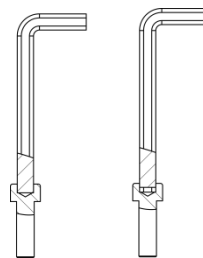

Figura 40: Inserte la llave hexagonal hasta el fondo.
1. Asegúrese de que la llave hexagonal llegue hasta el fondo de la ranura hexagonal [vea la **Figura 40**].